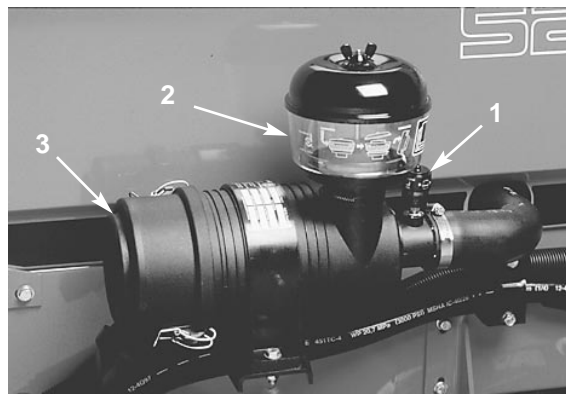

Fig. 37
2. Luftfilterelementerne skal serviceefterses, når luftfilterindikatoren (Fig. 37) viser rødt eller hver 400 timer (hyppigere under ekstremt støvede eller snavsede forhold). Serviceefterses ikke luftfilteret for ofte.
### SERVICEEFTERSYN AF FOR-FILTERSKÅL (Fig. 37)
### SERVICEEFTERSYN AF LUFTFILTER (Fig. 37)